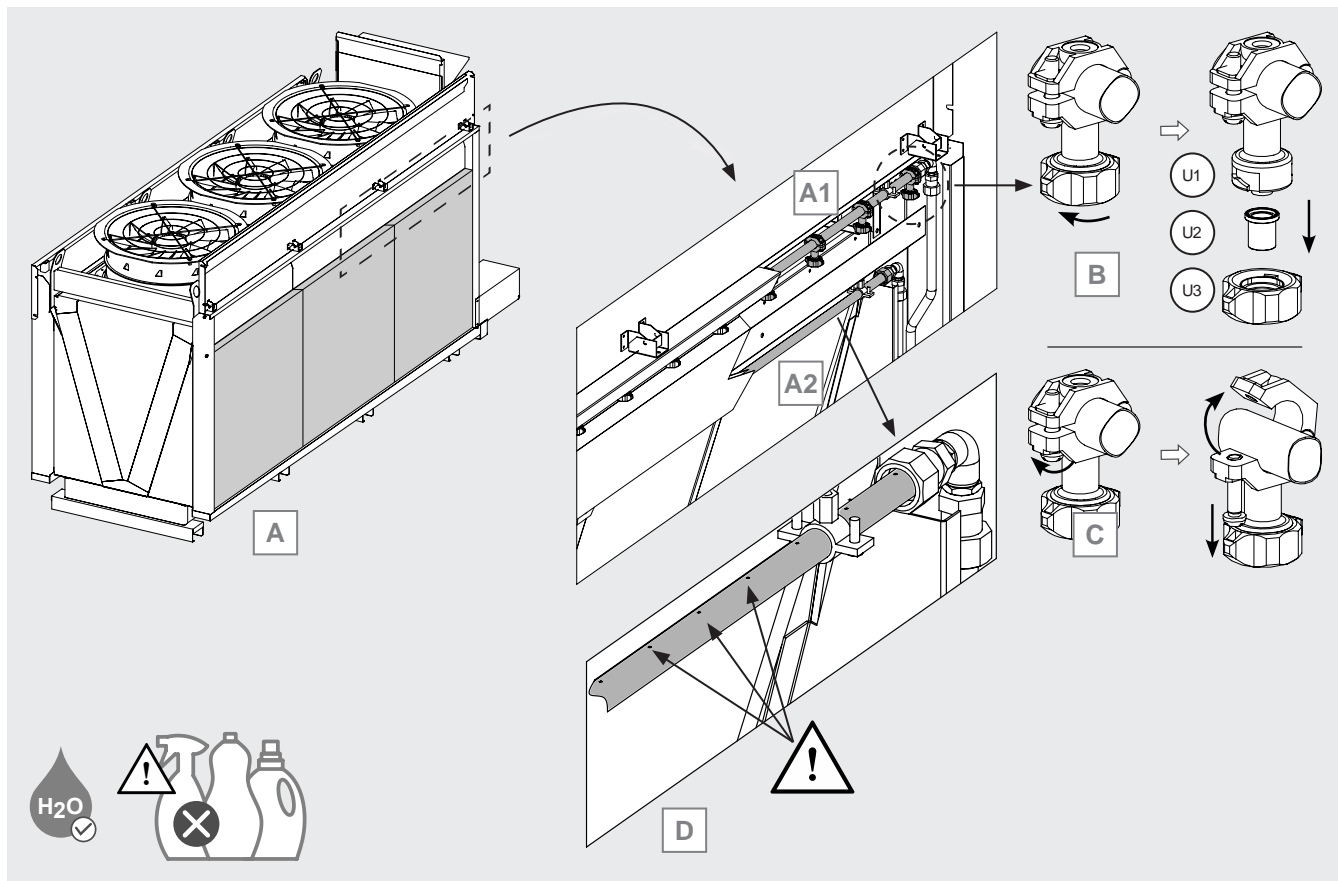

Figura 26
- 12.12.5 Localizzare le linee di distribuzione dell'acqua del sistema adiabatico. Si osservi la Figura 26 A: la linea (A1), per mezzo di una fila di ugelli, distribuisce l'acqua sul pannello esterno. La linea (A2), per mezzo di un tubo forato, distribuisce l'acqua sul pannello interno.
- 12.12.6 Si osservi la Figura 26 B. Ogni ugello della linea (A1) è costituito da n. 3 pezzi: n. 1 corpo dell'ugello (U1), n. 1 nozzle (U2) che determina il tipo di getto e la portata dell'acqua, n. 1 dado (U3) che tiene in posizione il nozzle.
- 12.12.7 Si osservi la Figura 26 B. Nel caso di ugelli intasati, è possibile sostituire il nozzle senza cambiare l'intero ugello: svitare il dado ed estrarre il nozzle. Esistono n. 3 tipi di nozzle corrispondenti a 3 diverse prestazioni: ognuno è contraddistinto da un colore, viola (lilac), nero (black) e arancio (orange). Sostituire gli ugelli con ugelli nuovi della stessa marca e colore. In caso di dubbi contattare Modine.
- 12.12.8 Si osservi la Figura 26 C. Nel caso di ugelli danneggiati, svitare la vite ed aprire l'attacco rapido. Sfilare l'ugello. Se l'ugello è danneggiato sostituirlo completamente, nozzle incluso.
12.12.10 Si osservi la Figura 26 D. Verificare che tutti i fori presenti sul tubo della linea di distribuzione (A2) siano perfettamente liberi. Rimuovere eventuali residui di calcare con un panno umido. Non utilizzare detersivi o sostanze aggressive.